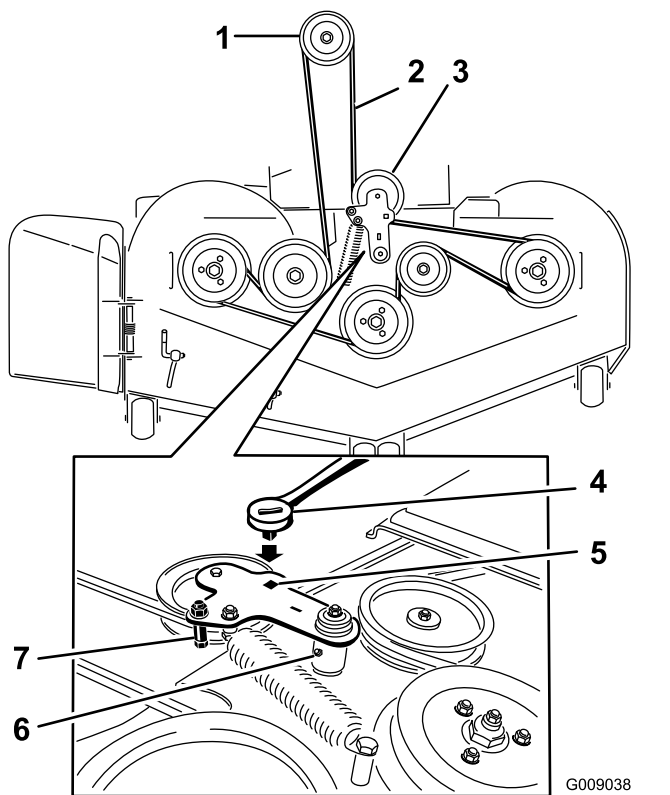

Figure 118
5. Soulevez le bac de plancher et insérez un rochet dans le trou carré de la poulie de tension du tablier (Figure 118).
6. Tournez la poulie de tension dans le sens horaire et déposez la courroie du tablier (Figure 118).